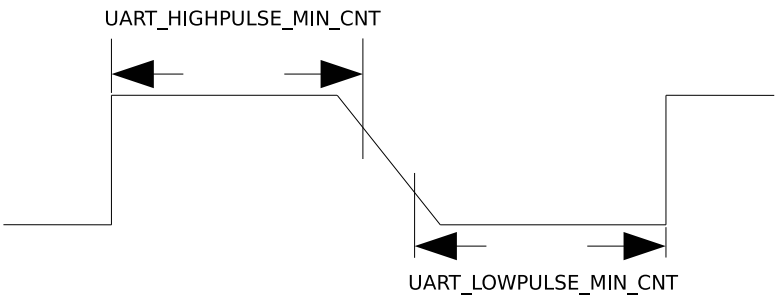

图 32.4-2. UART 信号下降沿较差时序图
置位 `UART_AUTOBAUD_EN` 可以开启 UART 波特率自检测功能。图 32.4-2 中的 Baudrate_Detect 可以滤除信号脉宽小于 `UART_GLITCH_FILT` 的噪声。
- 2. 对于 UART 信号的下降沿信号比较差的情况，如图32.4-2 所示，这时通过取 `UART_LOWPULSE_MIN_CNT` 与 `UART_HIGHPULSE_MIN_CNT` 的和平均得到的值不准确，可以通过 `UART_POSEDGE_MIN_CNT` 获取发送方波特率。计算公式如下：